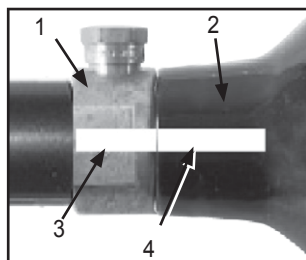

Figura 9: Cilindro y válvula marcas
La válvula de bronce o níquel (Figura 9,#1) ha sido fabricada para estar unida al cilindro de aire o de CO₂ (2).
Referirse a la figura 9. Han habido reportes de incidentes causados por jugadores que sin conocimiento desatornillan el cilindro (2) de la válvula (1). Esto ocurre cuando el jugador piensa que el ensamble cilindro y la válvula han sido desatornillado de el adaptador de suministro de aire de el marcador de paintball, cuando en realidad están desatornillando el cilindro de la válvula del cilindro.
4. Mire las marcas en el cilindro y en la válvula (como se observa en la figura 9 en la página 10) cuando de vuelta al cilindro $\frac{3}{4}$ de vuelta aproximadamente en sentido contrario a las agujas del reloj.